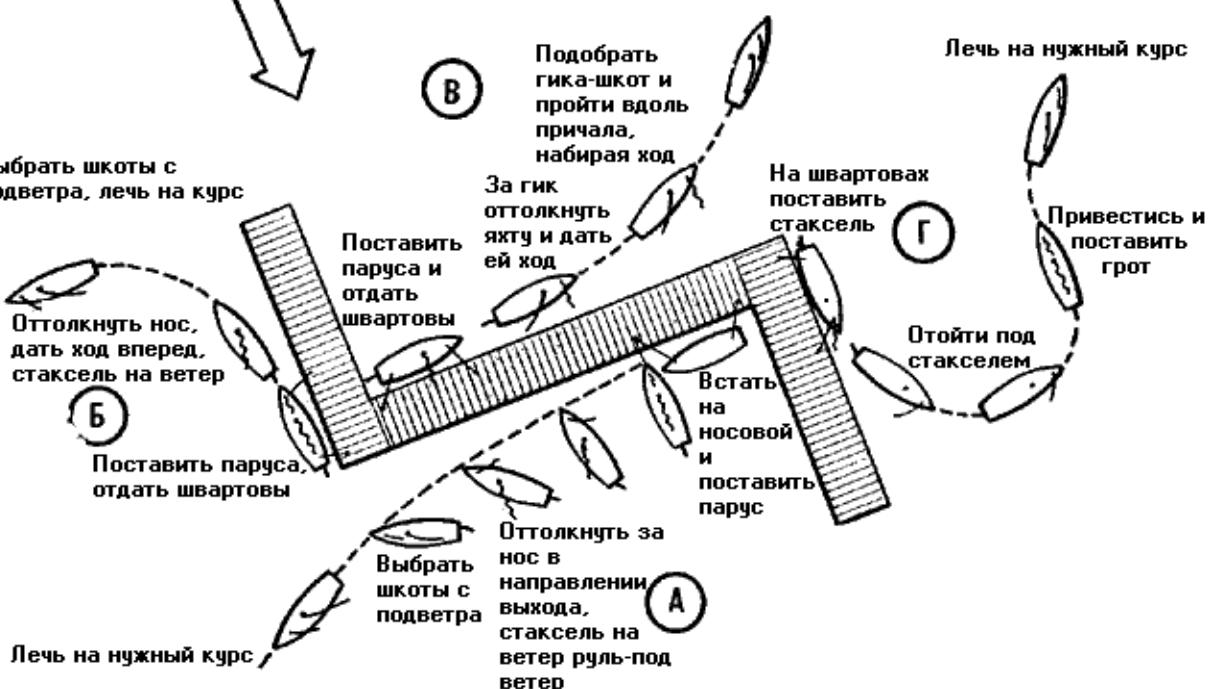

Рис. 124. Как отойти от причала:
Разберем четыре основных варианта обстановки, определяющей действия экипажа яхты при отходе от причала \* (**рис. 124**). Самый простой из них—ветер дует от причала (так называемый
**При ветре, дующем вдоль причала**, яхту швартуют носом против ветра носовым и кормовым швартовами. Последний можно заложить серьгой. По готовности к отходу отдают сначала носовой швартов, нос яхты отталкивают от причала и выбирают стаксель-шкот с того борта, которым она была ошвартована. Затем, когда стаксель заберет и яхта достаточно увалится, отдают кормовой швартов и выбирают шкоты с подветренного борта (**рис. 124, Б**).
Иногда обстановка вынуждает отходить от причала по ветру, то есть когда ветер дует в корму. Тогда ставят только передние паруса и, отойдя под ними на чистую воду, приводятся на курс бейдевинд и ставят грот (**рис. 124, Г**). В очень слабый ветер можно поставить грот и на курсе фордевинд. Но делают это только в самых крайних случаях, тщательно выбирая гика-шкоты и поддерживая гик в рабочем положении на топенантах; рулевой внимательно следит за постановкой паруса и действует рулём таким образом, чтобы не давать яхте приводиться. В свежий ветер ставить грот на курсе фордевинд не следует ни при каких обстоятельствах.
Отходя при навальном ветре, лучше всего поставить яхту носом к выходу из гавани. Затем ставят грот и готовят к постановке стаксель. После этого отдают швартовы, и два матроса (один, удерживая яхту за ванты, дает ей ход вперед вдоль причала, а второй, отталкивая за гик, не дает навалить на причал) отводят яхту, прыгая на борт \*\* с последним толчком. Используя полученный ход и оберегая корму, рулевой подбирает гика-шкоты и некоторое время ведет яхту вдоль причала, постепенно увеличивая расстояние от него. Получив хотя бы небольшую, но устойчивую скорость под гротом, можно ставить стаксель и ложиться на курс или делать поворот (**рис. 124, В**). Бывает, что впереди мало свободного пространства. Тогда поворот надо делать сразу же, как только яхта наберет достаточный